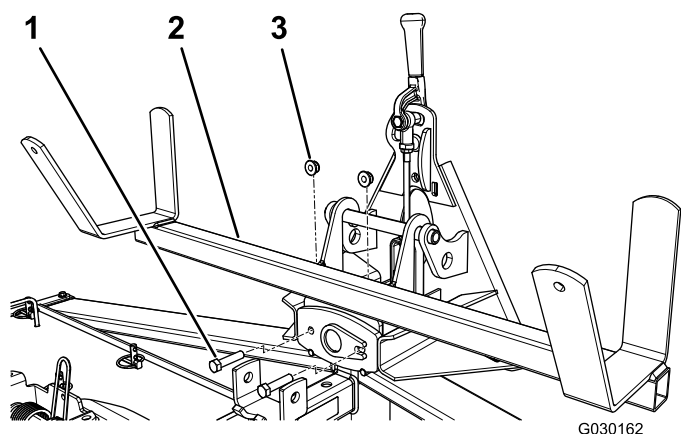

Рисунок 2
2. Установите опору на узел переходника и закрепите ее с помощью 2 болтов (3/8 x 1-1/2 дюйма) и 2 фланцевых гаек (3/8 дюйма), как показано на Рисунок 2.